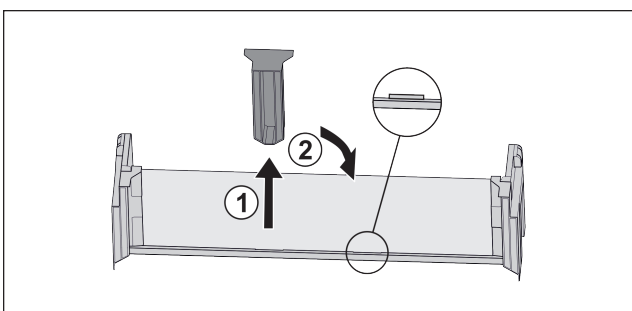

Fig. 92
- ▶ Mittleres Halteteil abziehen Fig. 92 (1).
- ▶ Mittleres Halteteil auf zweiter Position einsetzen Fig. 92 (2).